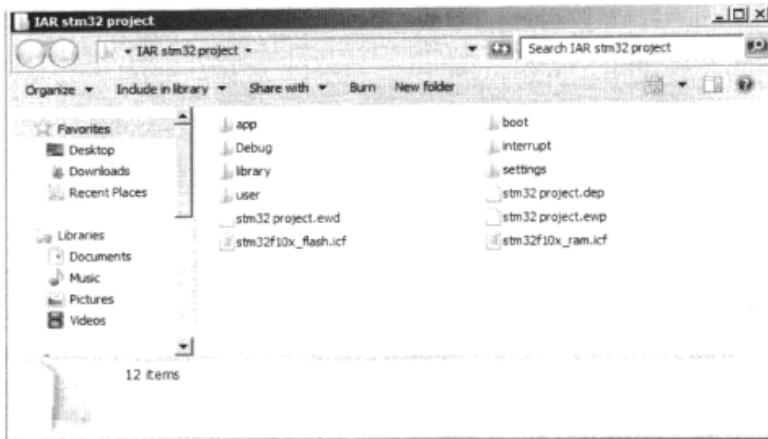
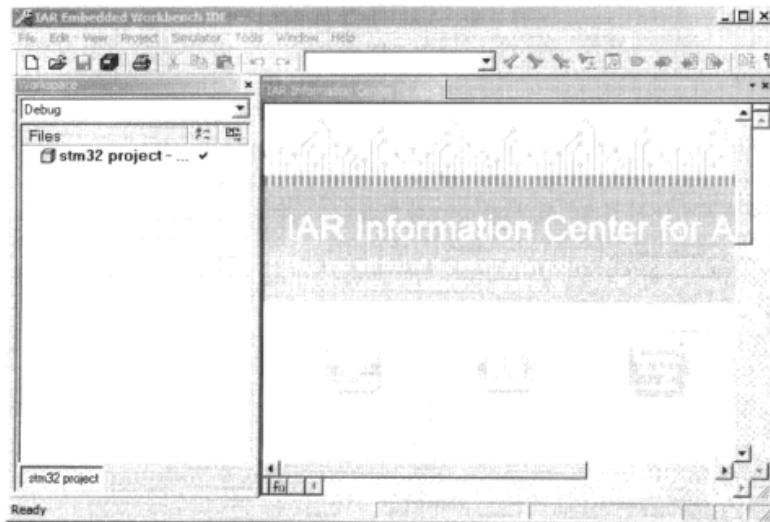
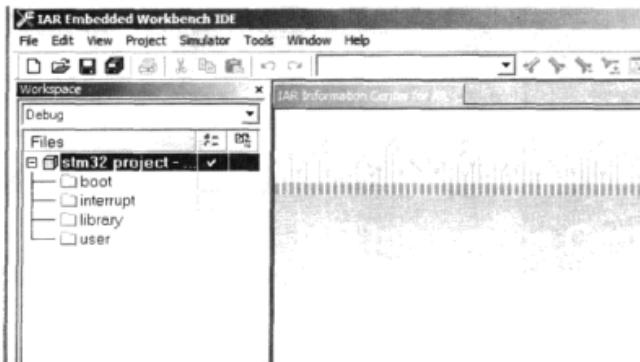

图 6.1.2 工程目录更新情况 1
图 6.1.3 新建工程完毕
图 6.1.4 添加 Group
③ 打开 IAR Embedded Workbench，选择 Project→Create New Project→ARM 菜单项后，弹出工程保存选择界面，选择路径为 IAR stm32 project 文件夹，工程名取为 stm32 project。最后在 EWARM 软件界面单击 Save 按钮保存工程。完成后 IAR stm32 project 文件夹内容更新为如图 6.1.2 所示，IAR 软件界面如图 6.1.3 所示。
④ 右击图 6.1.3 中 Workspace 中的 stm32 project - Debug 图标,选择 Add→Add Group 菜单项,依次添加 4 个 Group,分别命名为 boot,library,interrupt,user,如图 6.1.4 所示。